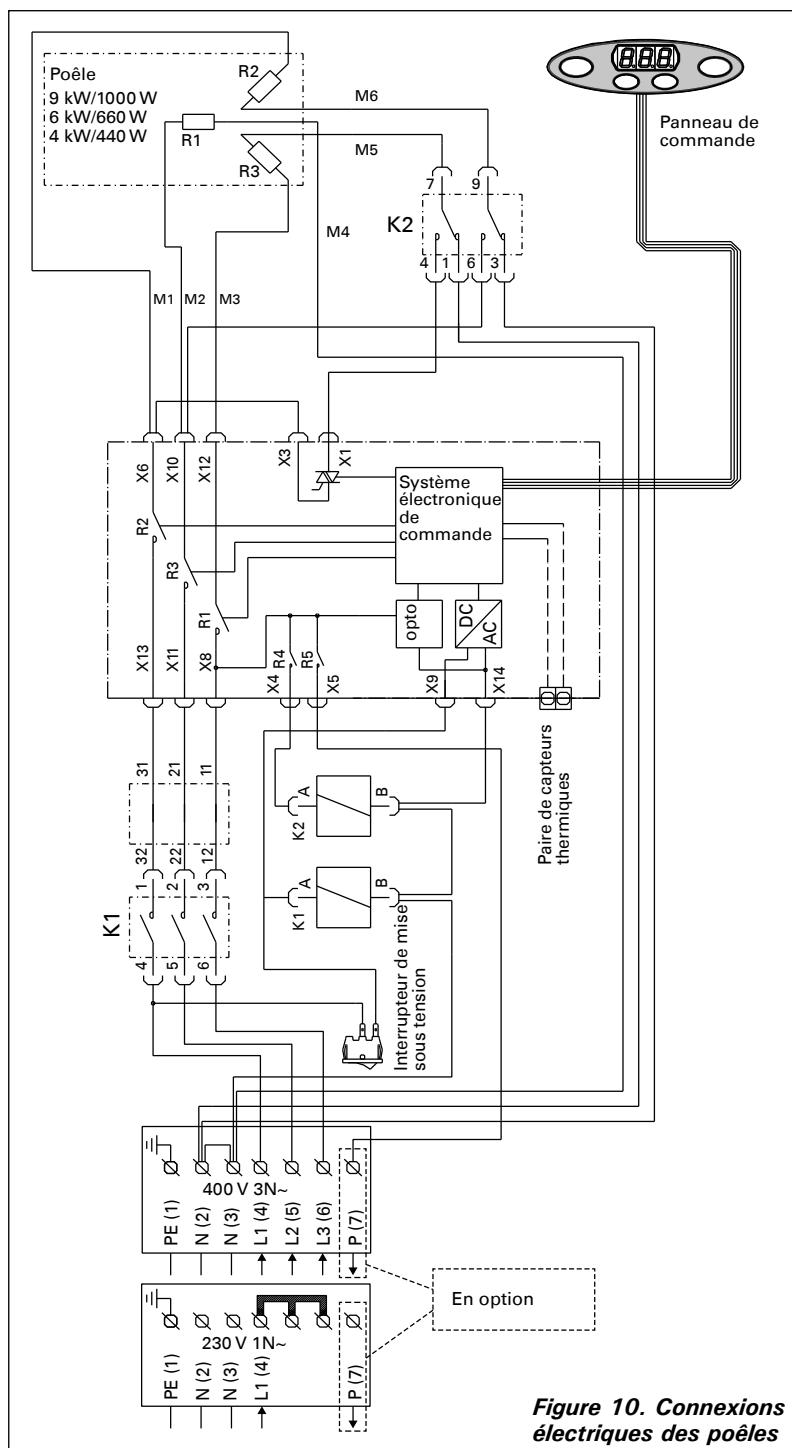

Figure 10. Connexions électriques des poêles
La barrette de connexion du poêle dispose, en plus de l'alimentation, d'une connexion supplémentaire (P) pour une commande externe, sous tension, du chauffage électrique en provenance du poêle. Voir figure 10.